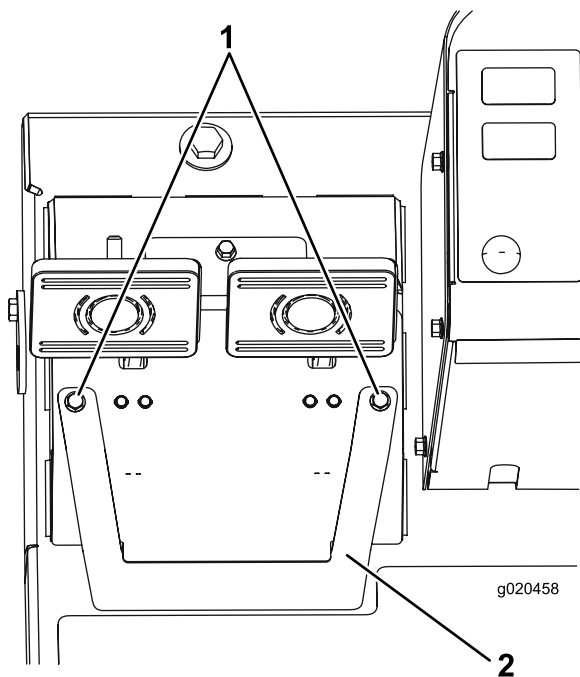

Figura 70
- A. Desaperte os 2 parafusos de montagem e retire a cobertura de ajuste do travão (Figura 70).